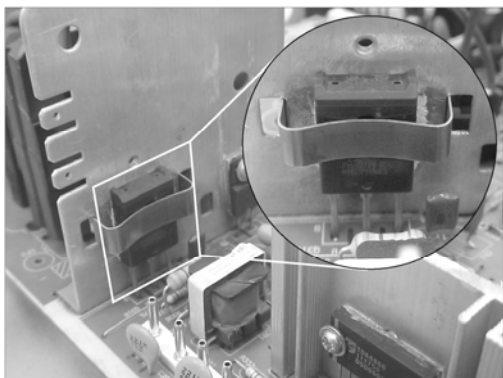
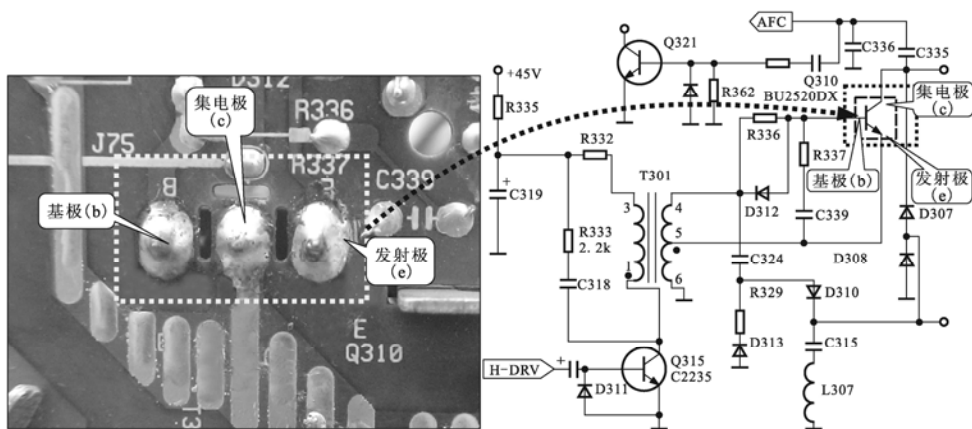

图 5-6 行输出晶体管 Q310 的实物外形图
图 5-7 行输出晶体管 Q310 的引脚焊点与电路对照图
① 行输出晶体管 (Q310) 的检修。检测行扫描电路是否有故障，一般情况下可根据信号流程逐级检测相关的电路，首先检查行输出级晶体管 Q310 是否有电压输出。图 5-6 为行输出晶体管 Q310 的实物外形图。图 5-7 为行输出晶体管 Q310 的引脚焊点与电路对照图。
判断 Q310 的好坏，可在断电的条件下，使用万用表测量其引脚之间的阻抗，根据其实际测量结果与正常工作时的阻值比较，来判断 Q310 是否损坏。由如图 5-7 所示可知，晶体